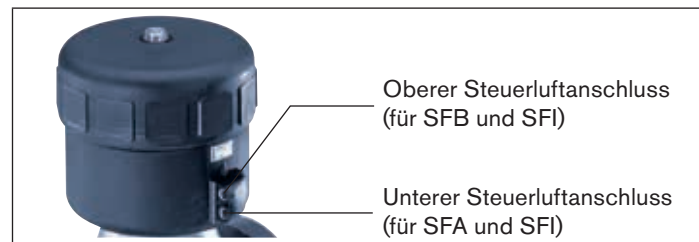

Bild 17: Steuerluftanschluss
- Unteren Steuerluftanschluss mit Druckluft (Wert wie auf dem Typschild angegeben) beaufschlagen (siehe „Bild 17“). Dies ist erforderlich, damit sich die Membran vom Gehäuse löst und nicht beschädigt wird.
- Unteren Steuerluftanschluss mit Druckluft (Wert wie auf dem Typschild angegeben) beaufschlagen (siehe „Bild 17“).
- Oberen Steuerluftanschluss mit Druckluft (Wert wie auf dem Typschild angegeben) beaufschlagen (siehe „Bild 17“).